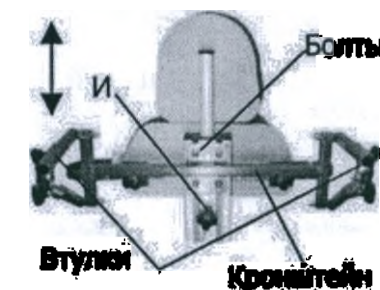

Рис.107
9) Регулировка положения столика (рис.107). Для регулировки столика по высоте необходимо снять стол (если установлен), ослабить (не выкручивать полностью) фиксирующие болты с помощью ключа-шестигранника и подвинуть кронштейн на желаемую высоту, затянуть болты. Вставить направляющие столика во втулки (рис.107). Винт-барашек (И), которым фиксируется подголовник/упор во время регулировки высоты столика необходимо выкрутить, а потом установить обратно.
12) Регулировка положения столика (рис.107, 108).
кронштейн на желаемую высоту, затянуть болты. Вставить направляющие столика во втулки (рис.107). Винт-барашек (И), которым фиксируется подголовник/упор во время регулировки высоты столика необходимо выкрутить, а потом установить обратно (рис.107).